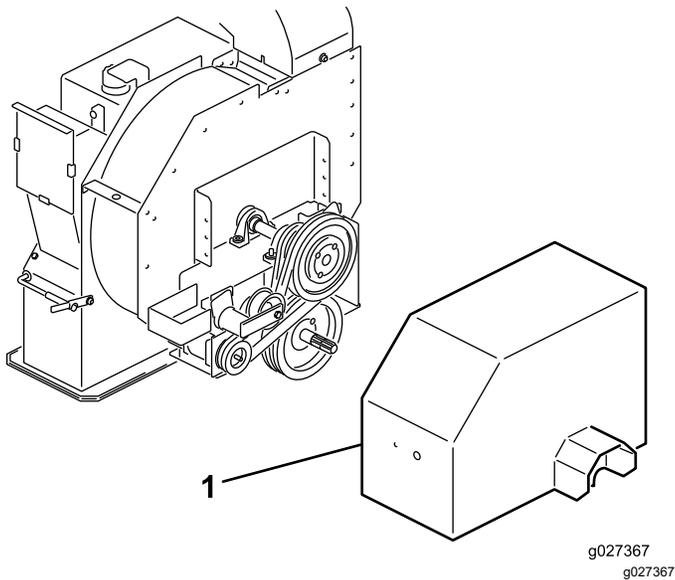

Figura 14
- Afloje los pernos y las tuercas que fijan el protector de la transmisión al alojamiento del impulsor (Figura 14) y retire el protector.
2. En la parte de atrás del bastidor, afloje el perno que fija el tensor de la correa al bastidor (Figura 14).